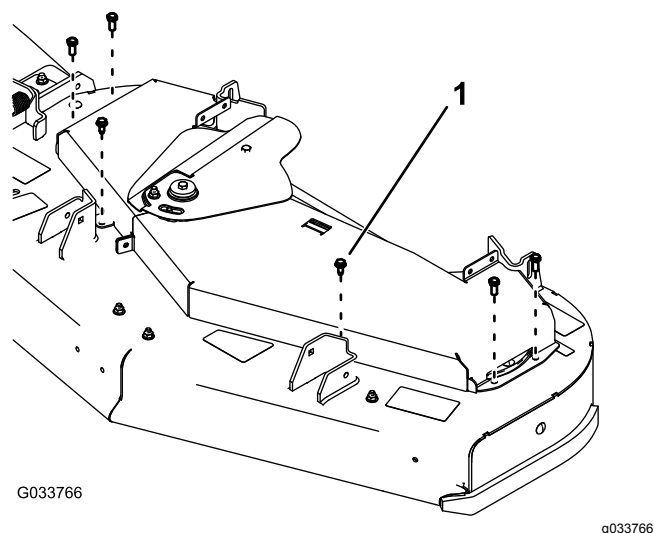

Figura 71
7. Rimuovete i 6 bulloni che collegano i copricinghia al piatto di taglio e fate scorrere via i copricinghia da sotto il coperchio del tendicinghia (Figura 71).
10. Montate i copricinghia utilizzando 6 bulloni (Figura 71).